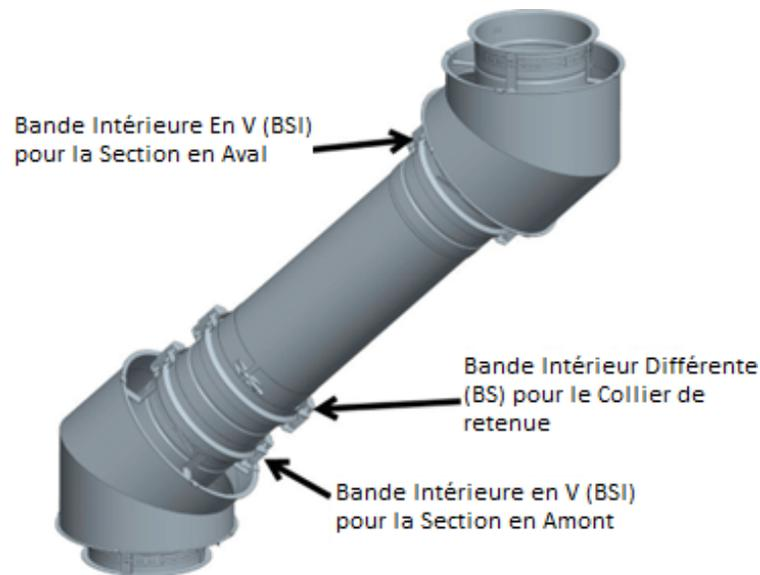

Figure 18 - Étape 9-10 - Fixez la bande à bride de retenue
**Étape 9** - Faites glisser la bande intérieure différente (BS) sur le sous-assemblage glissant de différentes bandes bridés. Bien serrer le BS pour fixer le sous-assemblage sur la section intérieure.
**Étape 10** - Ensuite, installez l'autre bande en V (BSI) sur le joint de la section du bas (du côté de l'arrivée des gaz) (ASSEMBLAGE DES SECTIONS). Voir figure 18.